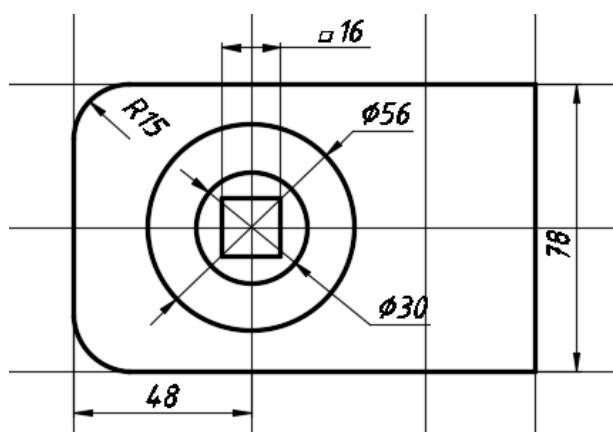

Рис. 4.5
6. На виде сверху выполнить скругление углов контура командой **Сопряжение** ( $R=15$ ), вычертить окружности верхнего и нижнего основания конической бобышки и призматическое отверстие в форме квадрата (команда **МНОГОУГОЛЬНИК**, опция **Описанный вокруг окружности  $R=8$** ) (рис. 4.5).